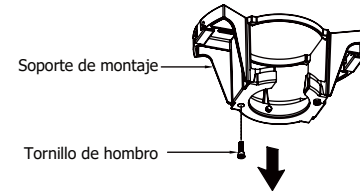

Fig. 11
**Paso 2.** Retire uno de los dos tornillos de hombro en el soporte de montaje, y guárdelo para su uso en la página 12 Paso 2. Afloje el segundo tornillo del hombro sin quitarlo por completo. (Fig. 11)